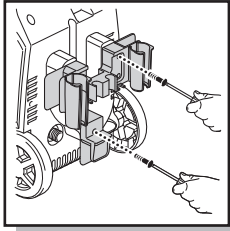
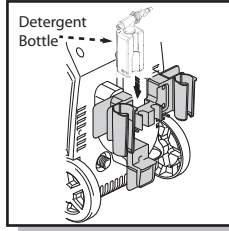

Fig. 1
Fig. 2
- Veuillez installer le rangement accessoires derrière votre nettoyeur BLUE CLEAN (Figure 1). Vous pouvez bien voir où le rangement accessoires va s’appuyer derrière le nettoyeur. Il y a plusieurs pas de vis mâles d’un côté qui correspondent aux femelles de l’autre. Les pas de vis mâles et les trous femelles permettent un placement facile du rangement accessoires et un serrage facile des vis. Mettez les vis dans les trous du rangement accessoires et serrez-les. N’utilisez pas un tournevis électrique. Quand la vis est complètement serrée, bloquez-la avec un petit coup final du tournevis en sens horaire. Ne serrez pas trop. Lorsque le rangement accessoires est installé, vous pouvez noter -au centre- un espace carré, où la bouteille carrée du détergent peut être rangée et d’où elle peut être aussi facilement enlevée. (Figure 2)
- Utilisant une des vis fournies, installez le petit rangement du câble électrique sous le rangement accessoires, afin que la pièce à “L” soit tournée vers le bas. Lorsque votre nettoyeur haute pression n’est pas utilisé, le câble électrique peut maintenant être rangé autour du rangement accessoires et de la pièce à “L” (Figure 1).